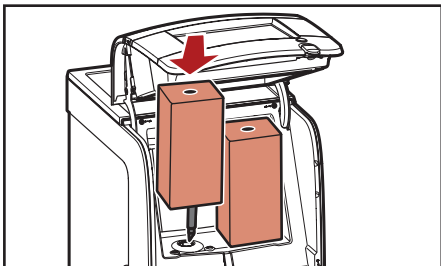

Fig. 4.1 - Plasser produktpakken
4. Sett inn produktpakken (fig. 4.1.)